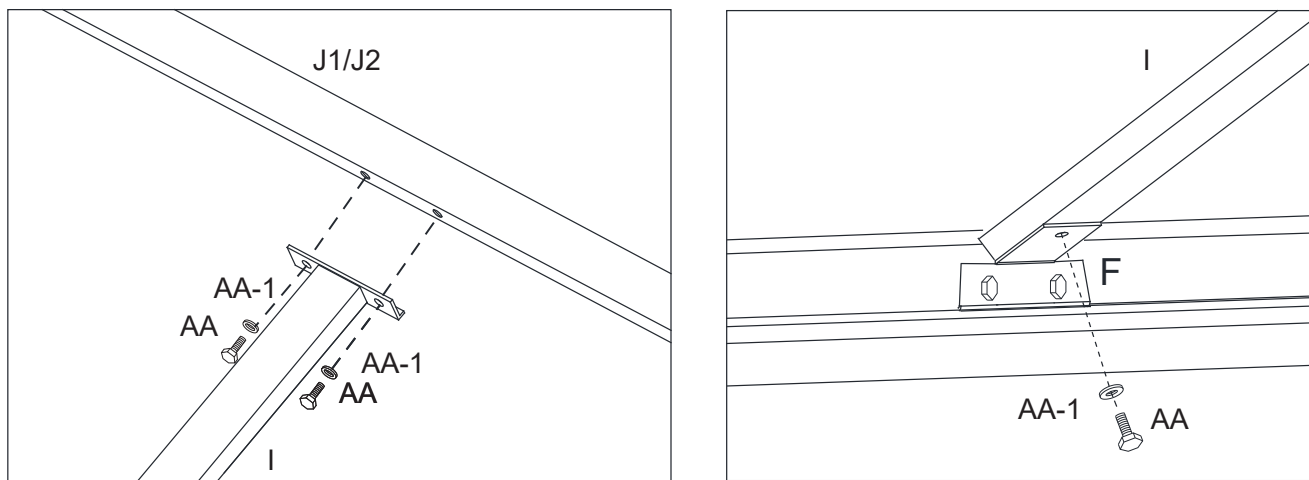

Figure 9-1
9.1. Fixer les supports centraux verticaux du toit principal (I) au cadre central du toit principal (J1/J2) et aux supports de linteau (F) à l'aide de boulons (AA) et les rondelles (AA-1). Serrez à la main uniquement. Voir la figure 9-1.